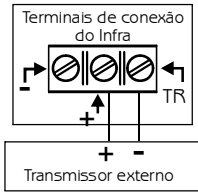

Figura 3
- 2 - Ligue o fio positivo do rádio sensor no terminal + do infra, (veja a figura 3);